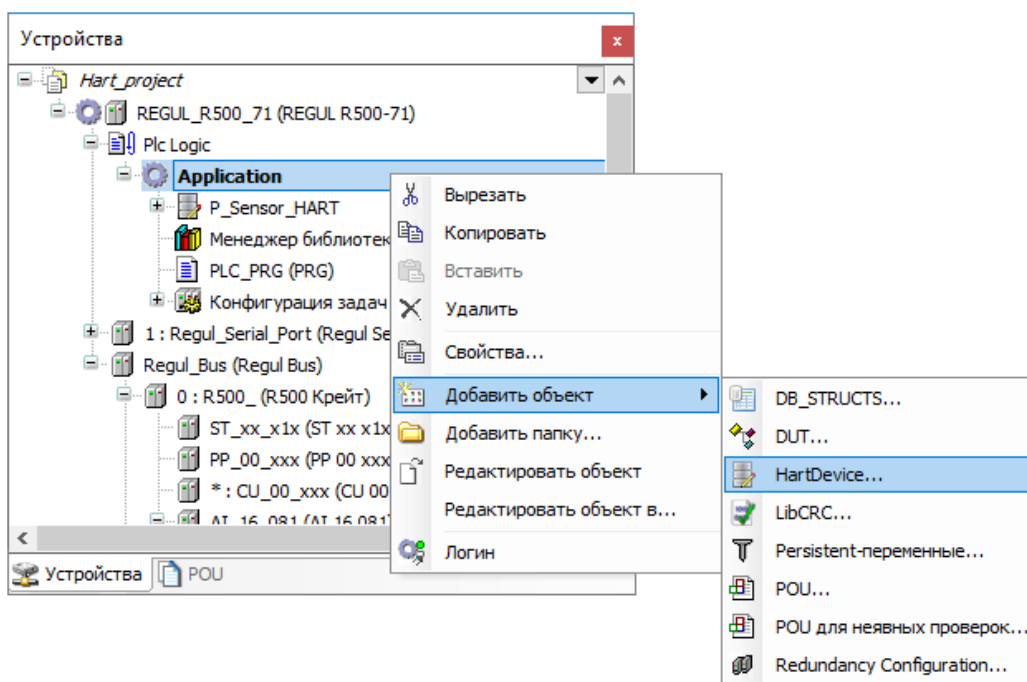

Рисунок 9 – Добавление объекта в конфигурацию контроллера
- в окне дерева устройств поставьте курсор на объект **Application**, правой кнопкой мыши вызовите контекстное меню, выберите **Добавить объект... → HartDevice...** (Рисунок 9);